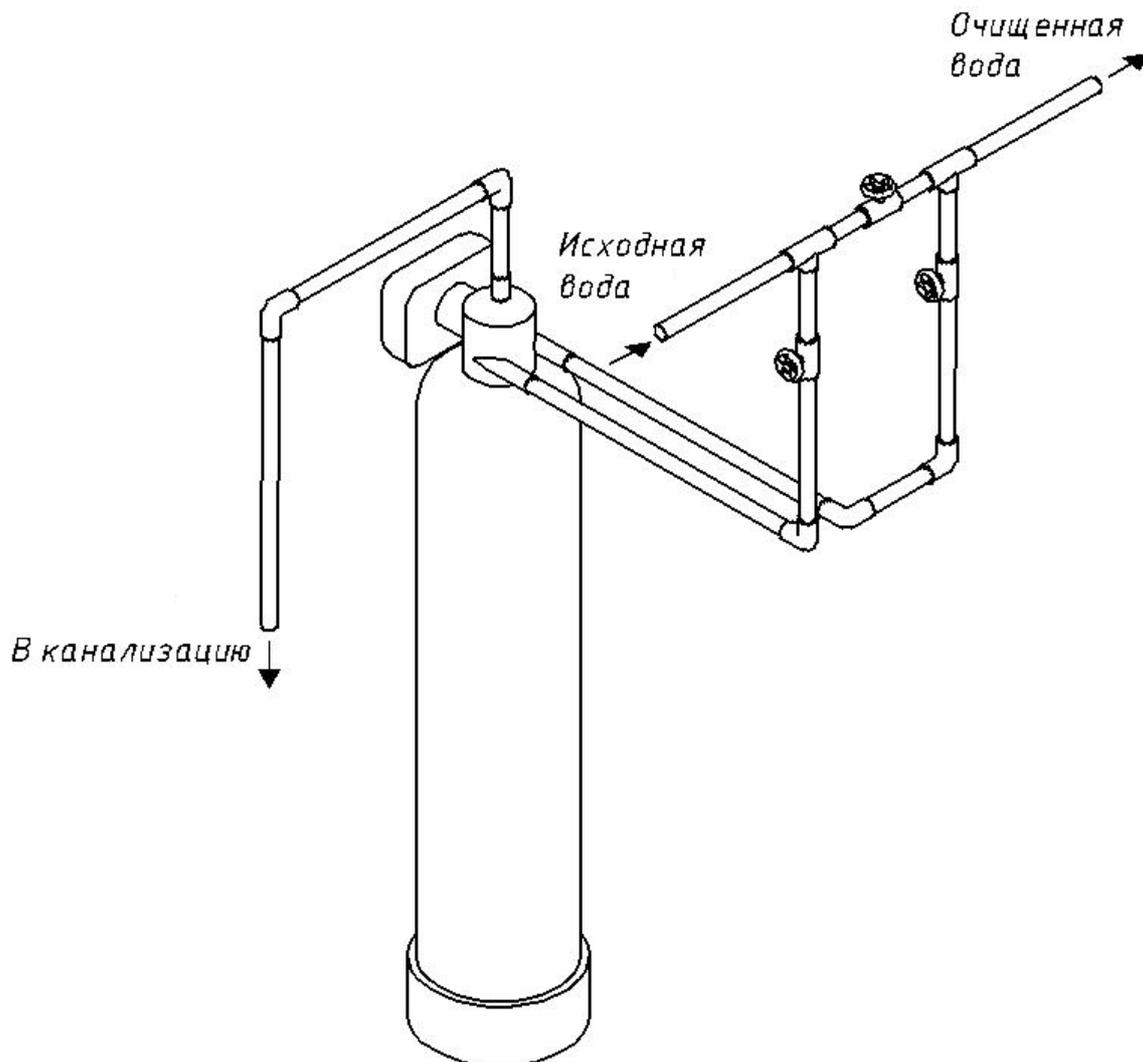

Рисунок 2 — Схема монтажа установки фильтрации WF-0,7...3,3- CI-(ODM) подключением 1"
7.13 На рис. 2 приведена схема монтажа установки фильтрования WF.